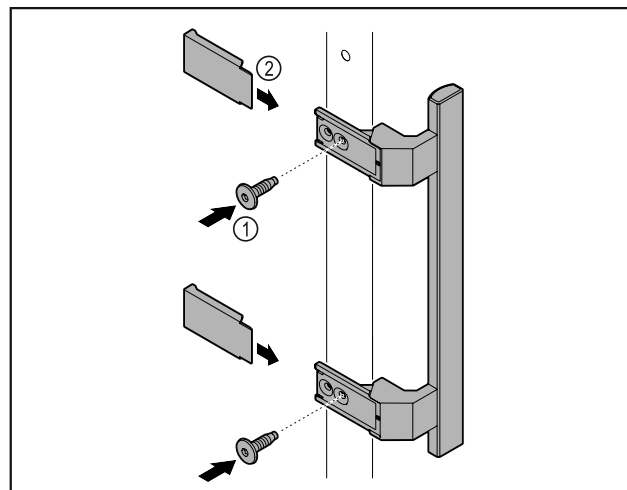

Fig. 8
- Upevnite držadlo z príslušenstva na dvere pomocou priložených skrutiek Fig. 8 (1).
- Nasadte kryt Fig. 8 (2).